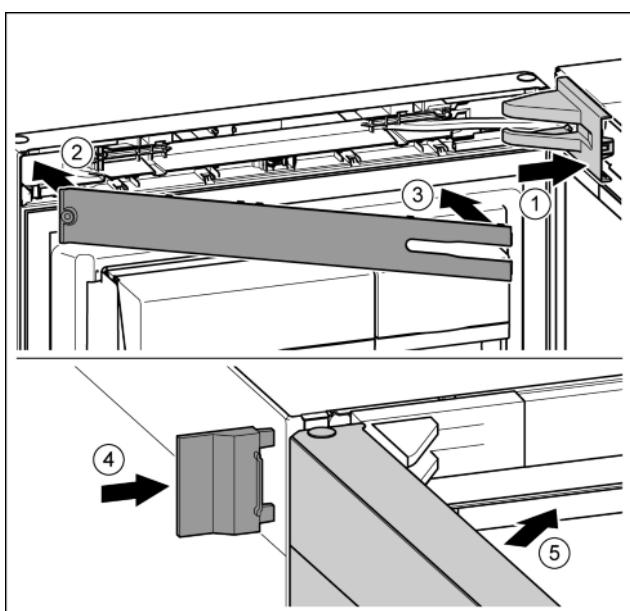

Fig. 43
- ▶ Встановіть та зафіксуйте кришку опорного кронштейна, у разі необхідності — обережно розтисніть. Fig. 43 (1)
- ▶ Встановіть накладку. Fig. 43 (2)
- ▶ Поверніть і зафіксуйте накладку. Fig. 43 (3)
- ▶ Насуньте зовнішню кришку. Fig. 43 (4)
- ▶ Закріпіть верхні дверцята. Fig. 43 (5)